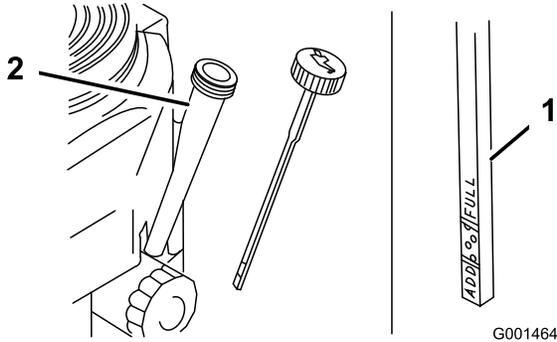

Figura 31
- Limpie alrededor de la varilla de aceite (Figura 31) para impedir que caiga suciedad por el orificio de llenado y cause daños en el motor.
- Desenrosque la varilla de aceite y limpie el extremo (Figura 31).
- Deslice la varilla a fondo en el tubo de llenado, pero no la enrosque en el tubo (Figura 31).
- Vierta lentamente un 80% aproximadamente de la cantidad especificada de aceite por el tubo de llenado (Figura 31).